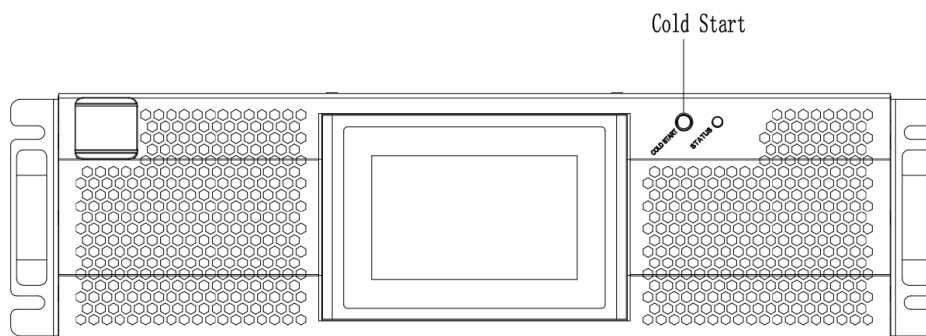

Рисунок 4-6. Кнопка холодного запуска ИБП
2. Нажмите красную кнопку "Cold start" (Рисунок 4-6) ИБП начнёт работу от энергии аккумуляторного массива.